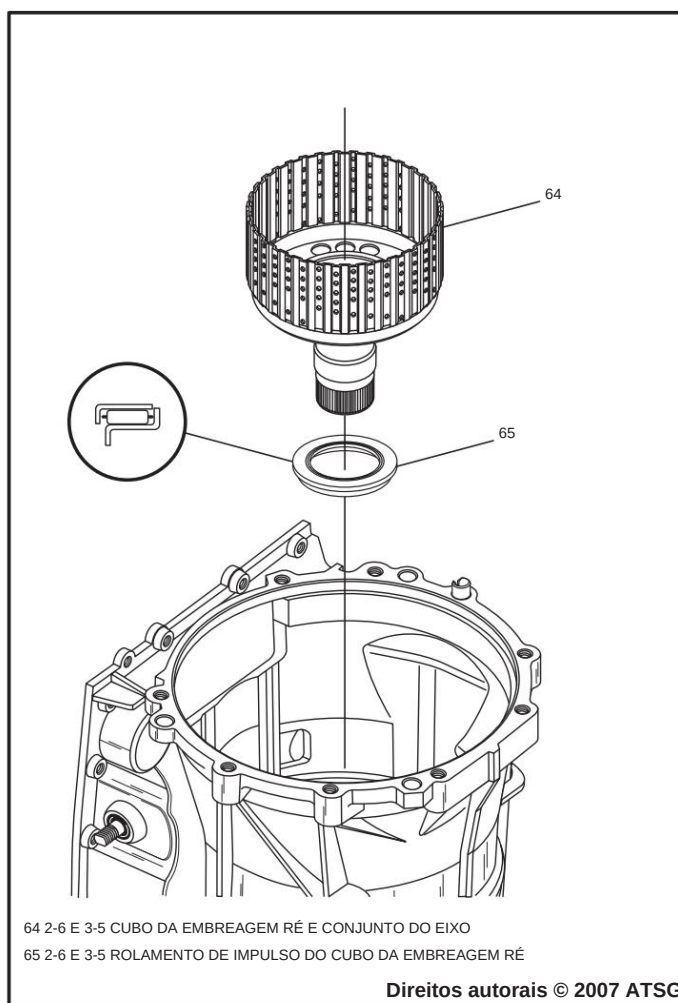

Figura 157
9. Instale o rolamento axial na parte superior do suporte central na direção mostrada na Figura 157.
10. Instale o cubo da embreagem de ré 2-6 e 3-5 e o conjunto do eixo, conforme mostrado na Figura 157.